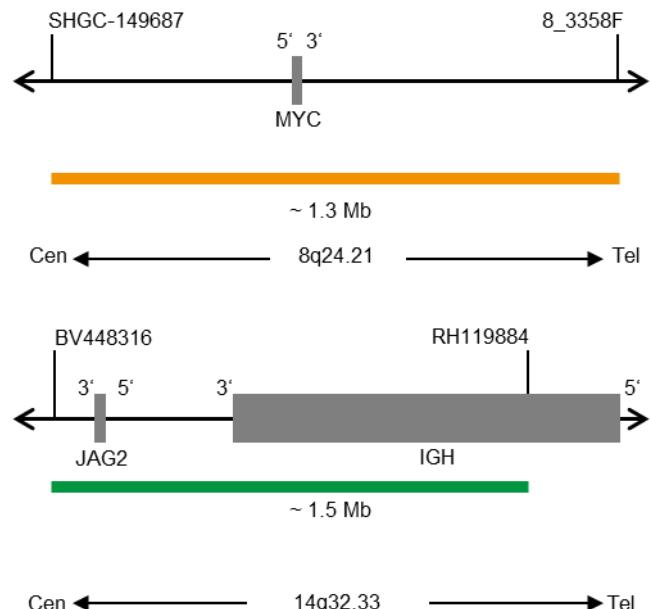

Fig. 1: Cima: SPEC MYC Mapa da sonda; Baixo: IGH Mapa da sonda (sem escala)
- Polinucleótidos (~12 ng/μl) com marcação ZyGreen (excitação 503 nm/emissão 528 nm), dirigidos ao mapeamento de sequências alvo em 14q32.33\* (chr14:105,462,169-106,995,000) contendo o locus IGH (ver Fig. 1).
- Polinucleótidos (~6 ng/μl) com marcação ZyOrange (excitação 547 nm/emissão 572 nm), dirigidos ao mapeamento de sequências alvo em 8q24.21\* (chr8:128,171,178-129,517,468) contendo o gene MYC (ver Fig. 1).